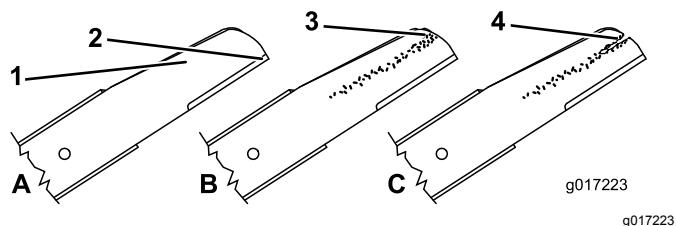

Figura 38
1. Inspecione los filos de corte (Figura 38). Si los filos de corte no están afilados o tienen
2. Inspecione las cuchillas, especialmente la parte curva (Figura 38). Si observa cualquier daño o desgaste, o la formación de una ranura en esta zona, cambie la cuchilla inmediatamente por una cuchilla nueva.